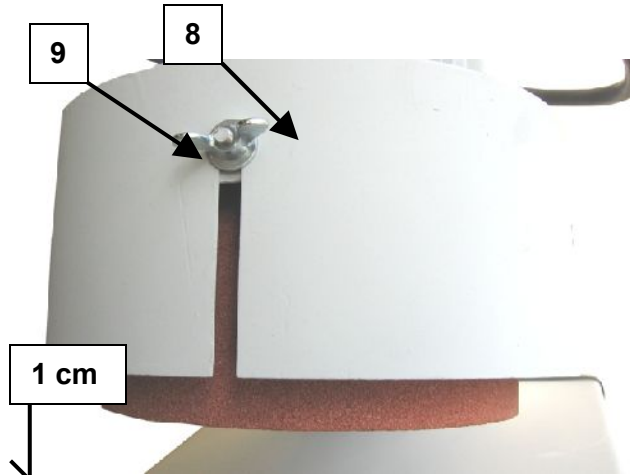

Abbildung 4: Topfscheibenschutz
Abbildung 4: Topfscheibenschutz .....	9
- Immer den Topfscheibenschutz (Abbildung 4: Topfscheibenschutz) der Abnutzung der Topfscheibe anpassen.